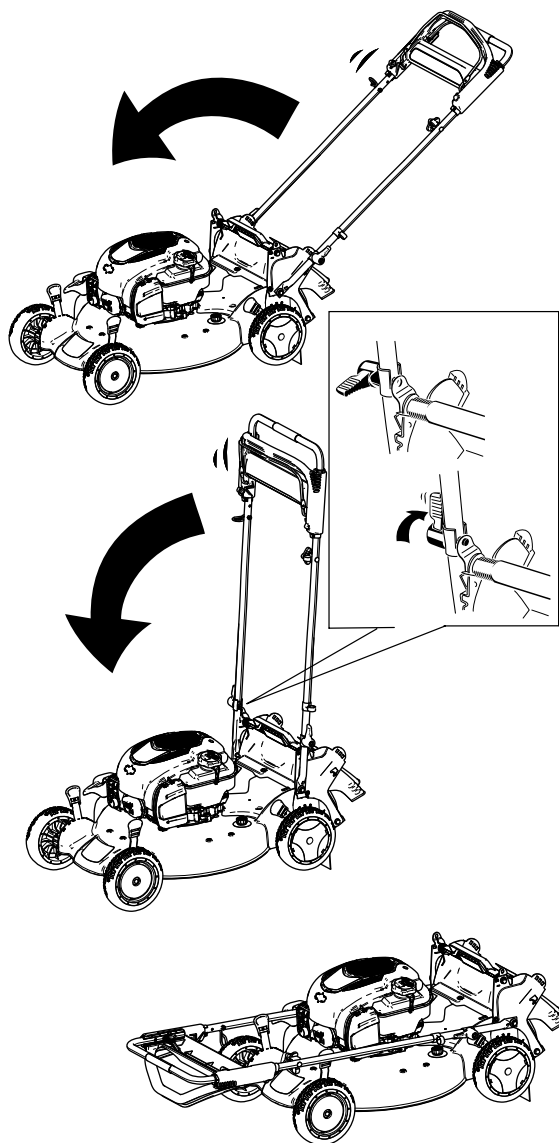

Figura 24
2. Doble el manillar hacia adelante (Figura 24).